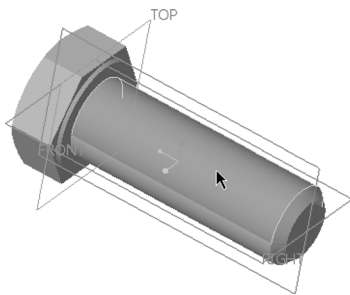

图 6-169 定义螺纹曲面
3) “放置”面板中的“螺纹曲面”收集器处于活动状态, 选择图 6-169 所示的圆柱曲面 (鼠标光标所指) 定义螺纹曲面。系统根据所选曲面, 在 组合框中设置匹配的螺纹直径值为“10.80”。